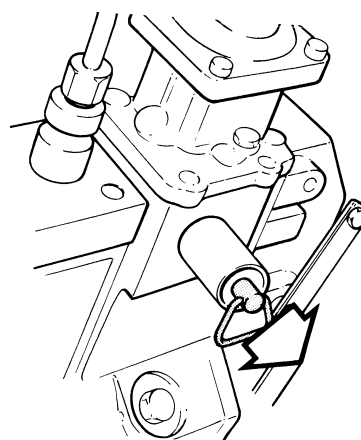

Fig. 39. Dispositif de démarrage à froid, TAMD60C
Sur TAMD60C, le dispositif de démarrage à froid est placé dans le régulateur centrifuge (sous le limiteur de fumées) sur le côté arrière de la pompe d'injection. La mise en fonction se fait en tirant l'axe situé sur le côté du régulateur à l'aide de la boucle prévue à cet effet (fig. 39) après avoir mis le bras des gaz en position maxi.
1. Mettre le levier de commande (ou les deux leviers en cas de commande double) au point mort. Enfoncer le bouton (1) afin de débrayer l'inverseur. Maintenir le bouton enfoncé et mettre le levier en position maxi. de marche avant (2). Si le moteur est équipé d'un accouplement débrayable, mettre le levier au point mort.
2. Mettre en fonction le dispositif de démarrage à froid si le moteur est froid. Voir fig. 39 et 40.